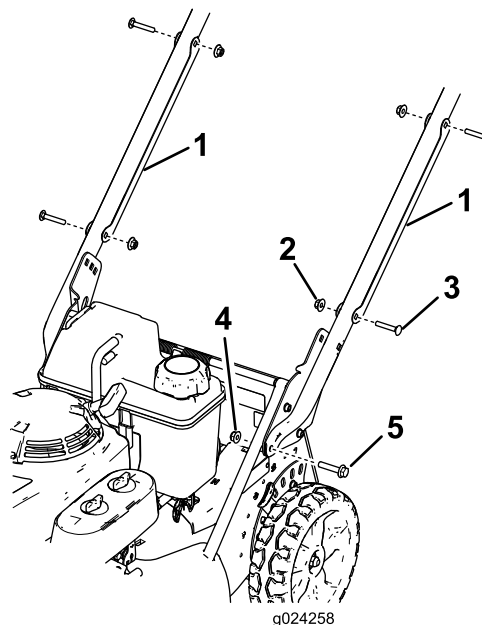

Figure 3
1. Déposez le protège-câble du guidon (Figure 3) en retirant les 2 boulons de carrosserie et les 2 contre-écrous qui le fixent au guidon.
- Fixez les extrémités du guidon au carter de la tondeuse au moyen de 2 boulons à tête-embase hexagonale (5/16 x 1½ po) et de 2 écrous à embase (5/16 po), comme montré à la Figure 3.
guidon à l'aide des 2 boulons de carrosserie et des 2 contre-écrous retirés précédemment (Figure 3).